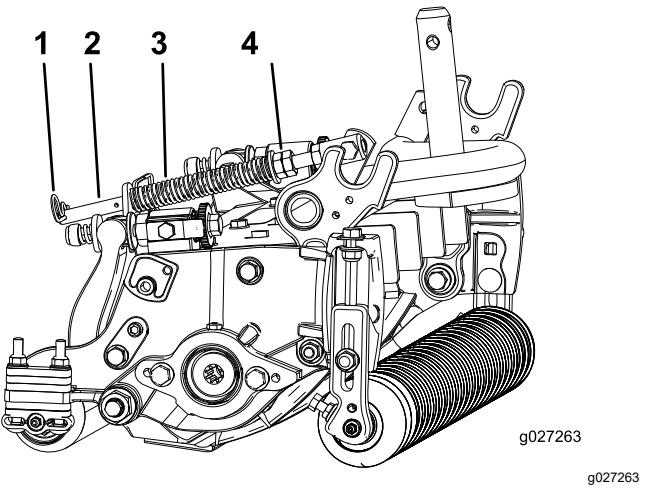

Bild 14
2. Ziehen Sie die Sechskantmuttern vorne an der Federstange an, bis die komprimierte Länge der Feder 12,7 cm beträgt, siehe Bild 14.
1. Stellen Sie sicher, dass der Splint in das hintere Loch in der Federstange eingesetzt ist (Bild 14).